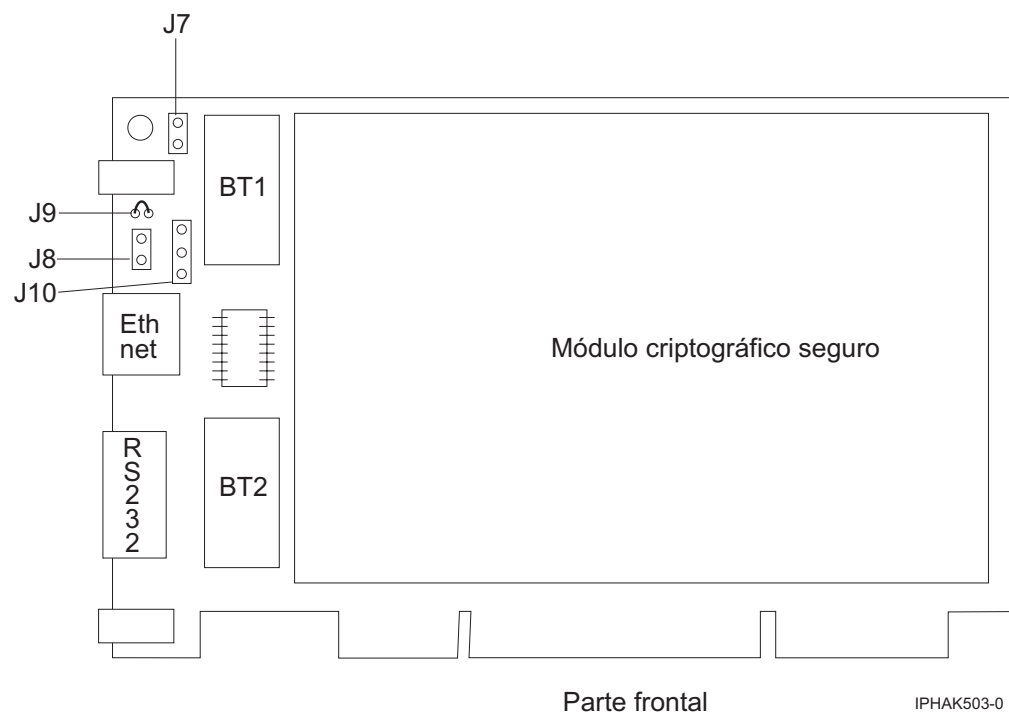

Figura 38. Parte frontal del adaptador
6. Inserte una de las nuevas baterías en la bandeja proporcionada con el kit. Alinee el polo + de la batería con el signo + de la bandeja (el extremo que tiene el hilo rojo). Conecte los hilos de la bandeja al conector J10 situado junto al puerto serie RS-232, como se ve en la Figura 38 en la página 141. El conector está polarizado para garantizar una conexión correcta.